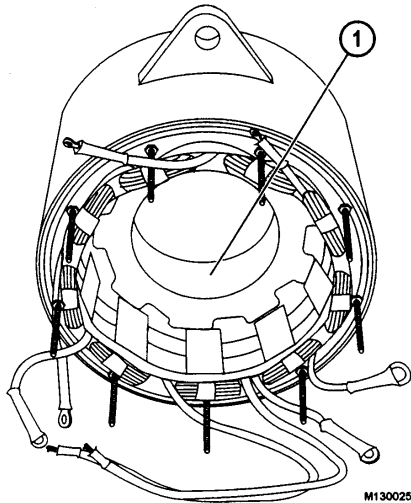

FIGURA 13-21
4. Asiente las argollas del carrete de la bobina de campo sobre las aletas del estator (Figura 13-21), insertando el bobinado de campo y girando en aproximadamente 20 grados después de la inserción con la herramienta BF4820. Alinee los orificios de los pernos en las argollas del carrete con los orificios de los pernos en las aletas del estator.